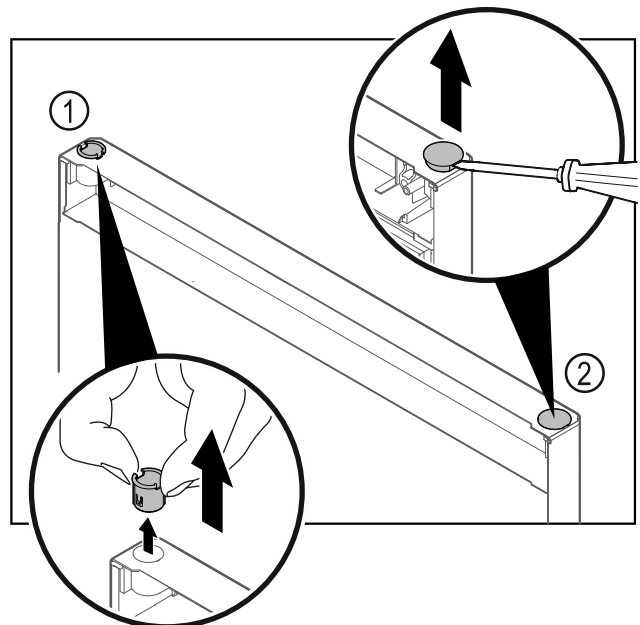

Fig. 29
- Vytiahnite puzdro závesu Fig. 29 (1) prstami.
- Plochým skrutkovačom opatrne nadvihnite kryciu zátku Fig. 29 (2) a vytiahnite ju.